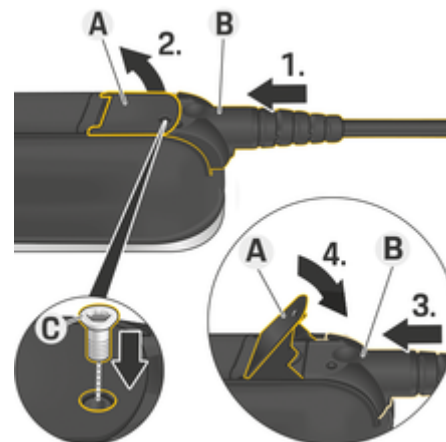

Fig. 82 Conectando cabos e prendendo conectores
- ✓ A alavanca **A** (Fig. 82) está fechada.
1. Insira o conector **B** (Fig. 82) na unidade de comando até sentir a resistência pela primeira vez.
2. Levante a alavanca **A** (Fig. 82).
3. Empurre o conector **B** (Fig. 82) completamente.
4. Feche a alavanca **A** (Fig. 82).
5. Fixe o plugue **B** (Fig. 82) na unidade de comando com o parafuso **C** (Fig. 82).